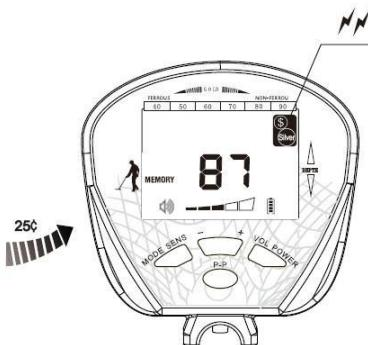

Figura 14
- d) Cuando se cruzan otras 5 muestras, la sonda no suena. (Ver figura 14, ejemplo de moneda de 25 centavos)